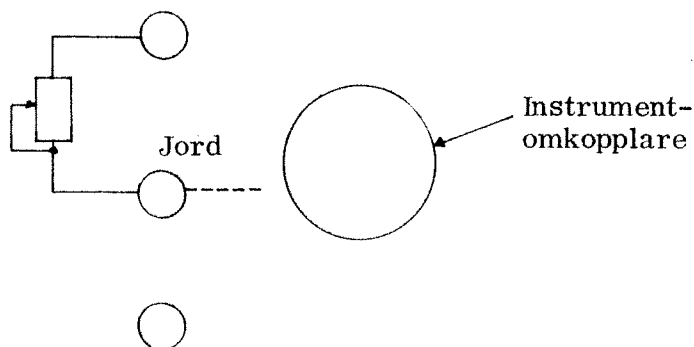

Bild 1
- 3.5.2.1 Anslut en $3\ \text{k}\Omega$ -potentiometer enligt bild 1 på instrumenpanelens insida.